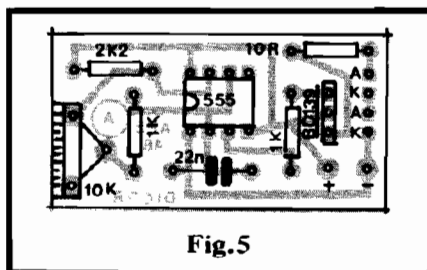

Fig. 5
- FIG. 5 - CHAPEADO DA PLACA "A" - A plaquinha "A" (transmissor portátil) tem seu lado não cobreado, com os componentes já posicionados, mostrado na figura... Atenção à posição da extremidade marcada do 555 ("apontando" para a borda onde se encontra o trim-pot) e à colocação do BD139, com sua face metalizada voltada para o resistor de 1K junto à peça... Atenção também quanto aos valores dos resistores, em função das posições que ocupam... No TABELÃO APE (início da Revista), dados "visuais" importantes são constantemente dados, a respeito de códigos de leitura de valores, identificação de polaridades e terminais de componentes, etc... Em dúvida, consultem o dito cujo TABELÃO.